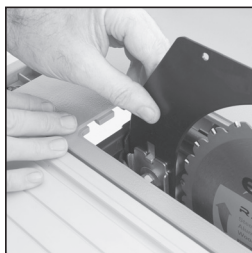

Abb. 3
- Schieben Sie den Spaltkeil (er ist aus praktischen Gründen geschlitzt) zwischen die Befestigungsplatte und den Montageblock. (**Abb. 3**) Stellen Sie sicher, dass die am Montageblock hervorstehenden Nippel in den Schlitz im Spaltkeil greifen.